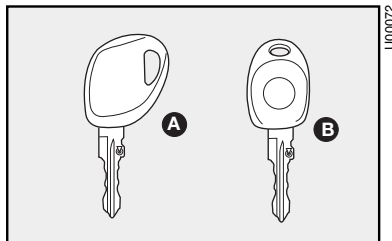
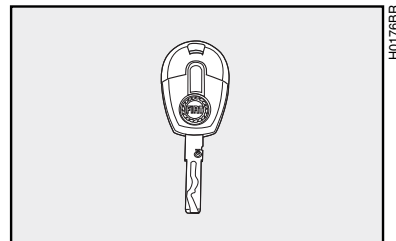

fig. 2
fig. 2a
LAS LLAVES fig. 2 o fig. 2a
- una llave **A-fig. 2** y dos llaves **B-fig. 2** o, para algunas versiones, dos llaves **fig. 2a** cuando el vehículo está equipado con el sistema Fiat CODE.
La llave **B-fig. 2** o la llave **fig. 2a** (que se entregan por duplicado) es la que se utiliza normalmente y sirve para:
La llave **fig. 2a** posee predisposición para instalación de telecomando a distancia para alarma.